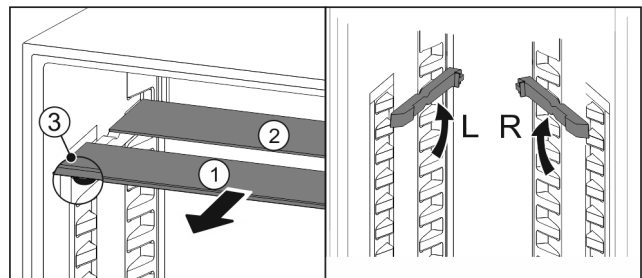

Fig. 112
- ▶ Glasplatten einzeln nach vorne herausziehen Fig. 112 (1).
- ▶ Glasplatte Fig. 112 (1) mit Zierleiste liegt vorne.
- ▶ Stopps Fig. 112 (3) zeigen nach unten.